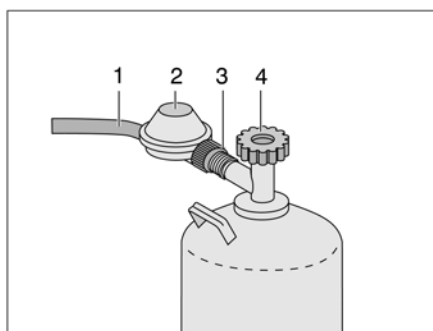

Fig. 225 Raccord bouteille de gaz
- Fermer le robinet principal (Fig. 225,4) de la bouteille de gaz. Observer le sens de la flèche.
- Maintenir le régulateur de pression de gaz (Fig. 225,2) et ouvrir l'écrou moleté (Fig. 225,3) (filetage à gauche).
- Retirer le régulateur de pression du gaz avec la lyre (Fig. 225,1) de la bouteille de gaz.
- Placer le régulateur du gaz (Fig. 225,2) avec le flexible de gaz (Fig. 225,1) sur la bouteille de gaz et serrer à fond l'écrou moleté (Fig. 225,3) (filetage à gauche).